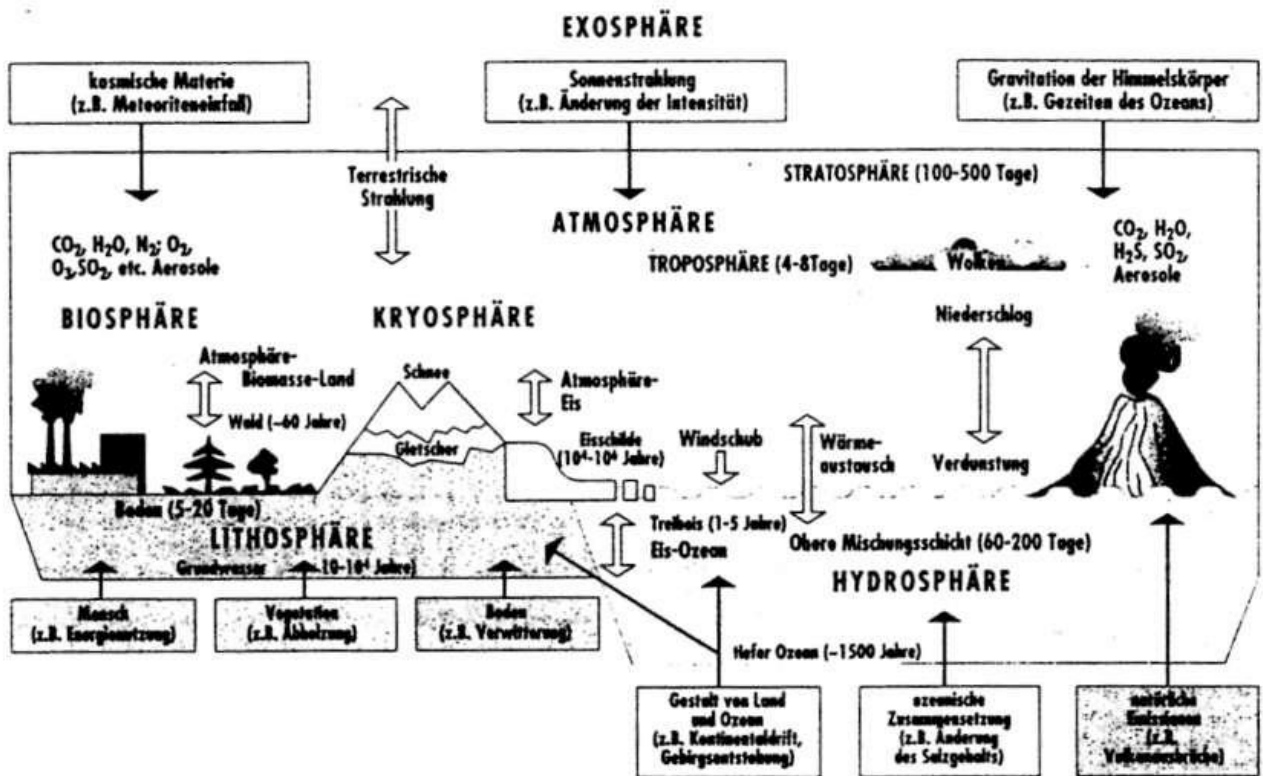

Abb. 9: Wechselbeziehungen innerhalb der Geosphäre.
-19 °C! Dieser **naturgegebene Treibhauseffekt** ist somit wesentliche Voraussetzung und Grundlage unseres Lebens! Die Geosphäre (Erdoberfläche) mit den Wechselbeziehungen innerhalb der Untersysteme Atmosphäre (Lufthülle; Troposphäre = unterste Schicht; Stratosphäre = Schicht in ca. 10 bis 80 km Höhe; Exosphäre = oberste Schicht), Hydrosphäre (Gewässer, vor allem Ozeane), Biosphäre (Lebewesen, vor allem Pflanzen), Kryosphäre (eisbedeckte Flächen) und Lithosphäre (Gesteinszonen) ist in Abb. 9 dargestellt.